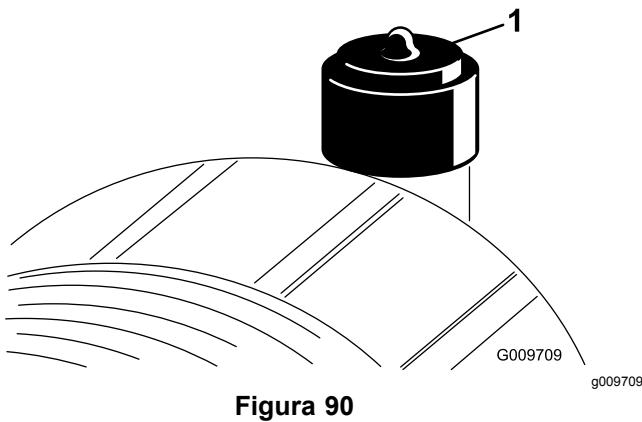

Figura 90
Faça a manutenção ao filtro de ar apenas quando o indicador de manutenção (Figura 90) o exigir. Mudar o filtro de ar antes de ser necessário apenas aumenta a possibilidade de entrar sujidade no motor quando retira o filtro.
2. Reinicie o indicador (Figura 90) se este se apresentar vermelho.